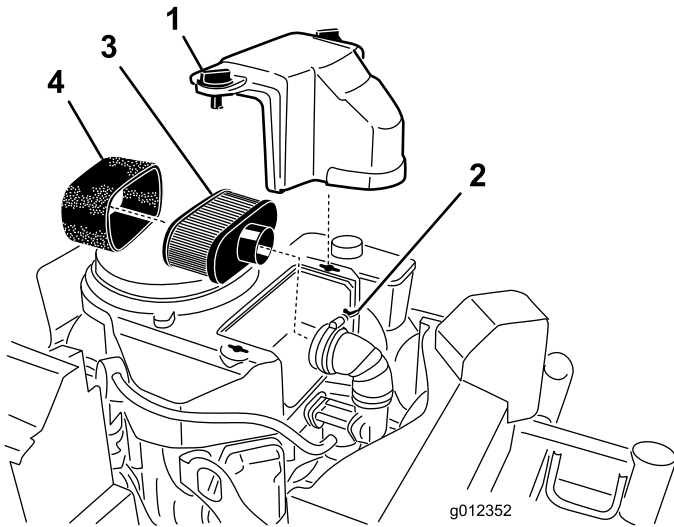

Figura 42
3. Limpie alrededor del limpiador de aire de forma que la suciedad no penetre en el motor y cause daños (Figura 42).
4. Desenrosque los pomos de la tapa y retire la tapa del limpiador de aire (Figura 42).
5. Desenrosque la abrazadera y retire el conjunto del limpiador de aire (Figura 42).
6. Retire cuidadosamente el elemento de gomaespuma del elemento de papel (Figura 42).
2. Cambie el elemento de papel si está dañado (Figura 42).
1. Deslice cuidadosamente el elemento de gomaespuma sobre el elemento de papel (Figura 42).
2. Coloque el conjunto del limpiador de aire sobre la base o la manguera y sujételo (Figura 42).
3. Coloque la cubierta del limpiador de aire y apriete el pomo de la cubierta (Figura 42).